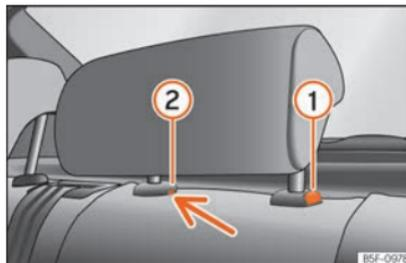

Fig. 142 Apoyacabezas trasero central: punto de desbloqueo.
- Pulse la tecla ① » **fig. 142**, apretando a la vez por el orificio del seguro ② » **fig. 142** con un destornillador plano de máximo 5 mm de anchura y retire el apoyacabezas.